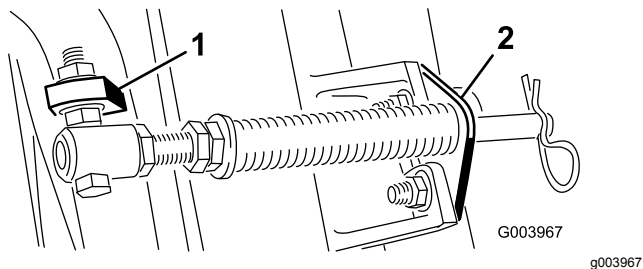

Figura 6
Nota: Posizionate la testa del bullone sul lato esterno dell'aletta, come illustrato nella Figura 6.
D. Montate la staffa dell'asta sulle alette degli elementi di taglio usando i bulloni a testa tonda e i dadi (Figura 6).